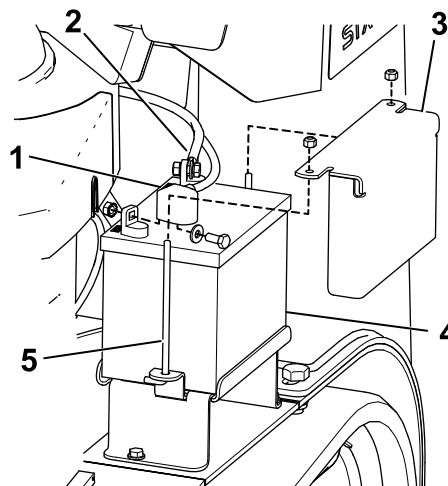

Figura 41
3. Ridicați capacul negru din cauciuc de pe cablul negativ. Deconectați cablul negativ al bateriei de la borna negativă a bateriei (–) (Figura 41).
4. Glisați și îndepărtați capacul bornei de la borna pozitivă (rou) a bateriei. Apoi îndepărtați cablul pozitiv al bateriei (rou) (Figura 41).
5. Îndepărtați placa de fixare, uruburile tip J și contrapiuliile care fixează bateria (Figura 41) și îndepărtați bateria.
1. Folosind elementele de fixare îndepărtate anterior, instalați cablul pozitiv (roșu) al bateriei la borna pozitivă (+) a bateriei (Figura 41).
3. Folosind elementele de fixare îndepărtate anterior, instalați cablul negativ (negru) al bateriei la borna negativă (-) a bateriei (Figura 41).
4. Fixați bateria utilizând bara și piulițele fluture (Figura 41).